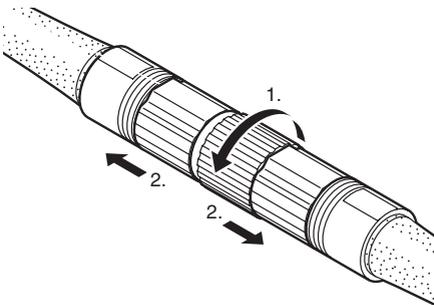

Abb. 21: Lösen der Anschlussleitung an Verlängerungsleitung oder EC-Motor
1. Lösen Sie die Anschlussleitung Schraubspindel gemäß Abb. 21 auf Seite 62 von der Verlängerungsleitung oder der Schnittstelle am EC-Motor und ziehen Sie die Anschlussleitung ab.